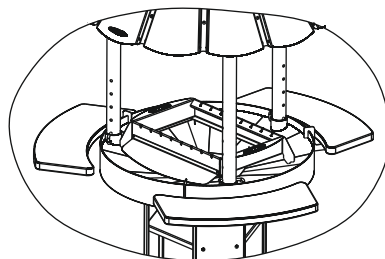

Рисунок 3
На бортах чаши, с помощью кронштейнов (5), размещены три деревянные столешницы (4). Чаша установлена на опоре (10), состоящей из трех боковых стенок, двух полок (9) и основания (11) с отверстием для организации притока воздуха $\phi 250\text{мм}$. В чашу (6) предусмотрена возможность установки мангала, входящего в комплект поставки (см. рисунок 3).